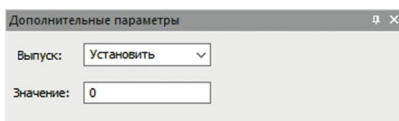

рис. 53
- **Установить** — изменить габариты перекрытия так, чтобы оно выступало за свои первоначальные границы (те, что были заданы при его создании) на величину, заданную в поле **Значение** (рис. 53);